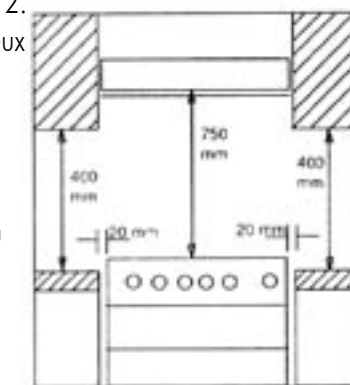

fig. 2
2. La distance entre l'appareil et les murs ou les meubles adjacents doit être comme suit: La distance en hauteur séparant la cuisinière de la hotte ou de tout autre meuble doit être supérieure ou égale à 750 mm. Voir: fig. 2.